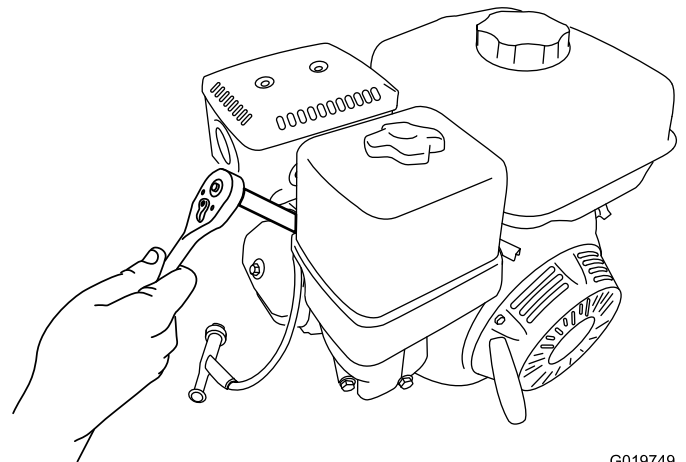

Figure 45
5. Avec une clé de 21 mm (13/16 po), tournez la bougie dans le sens antihoraire pour la déposer ainsi que la rondelle d'étanchéité (Figure 45).
2. Avec une clé de 21 mm (13/16 po), tournez la bougie dans le sens horaire jusqu'à ce qu'elle soit en place avec sa rondelle d'étanchéité (Figure 45).